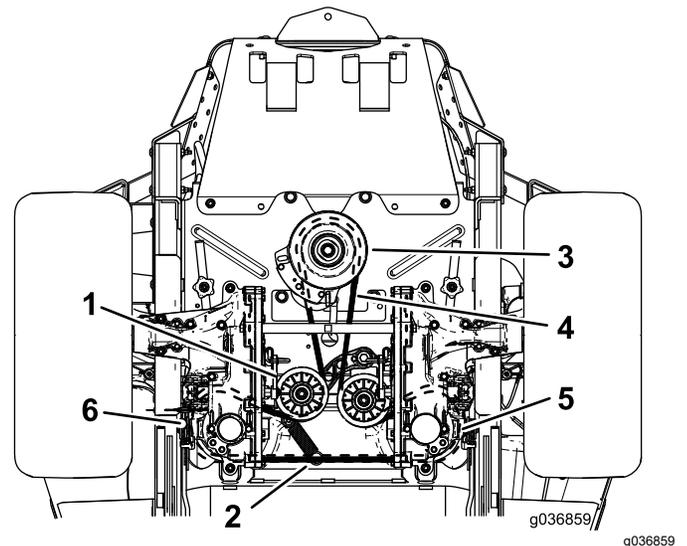

Figura 66
6. Retire el muelle tensor del espárrago (Figura 66).
8. Instale la correa nueva alrededor de la polea del motor y de las 2 poleas de la bomba hidráulica (Figura 66).
4. Levante la máquina y apóyela sobre gatos fijos (Figura 66).